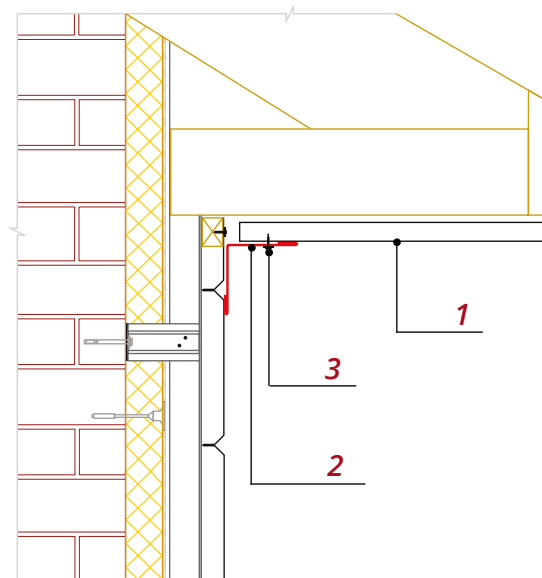

Рис. 26
- Если требования к внешнему виду объекта не требуют скрыть крепеж, для окончания отделки фасада используйте Планку угла внутреннего 50*50 (рис.26).